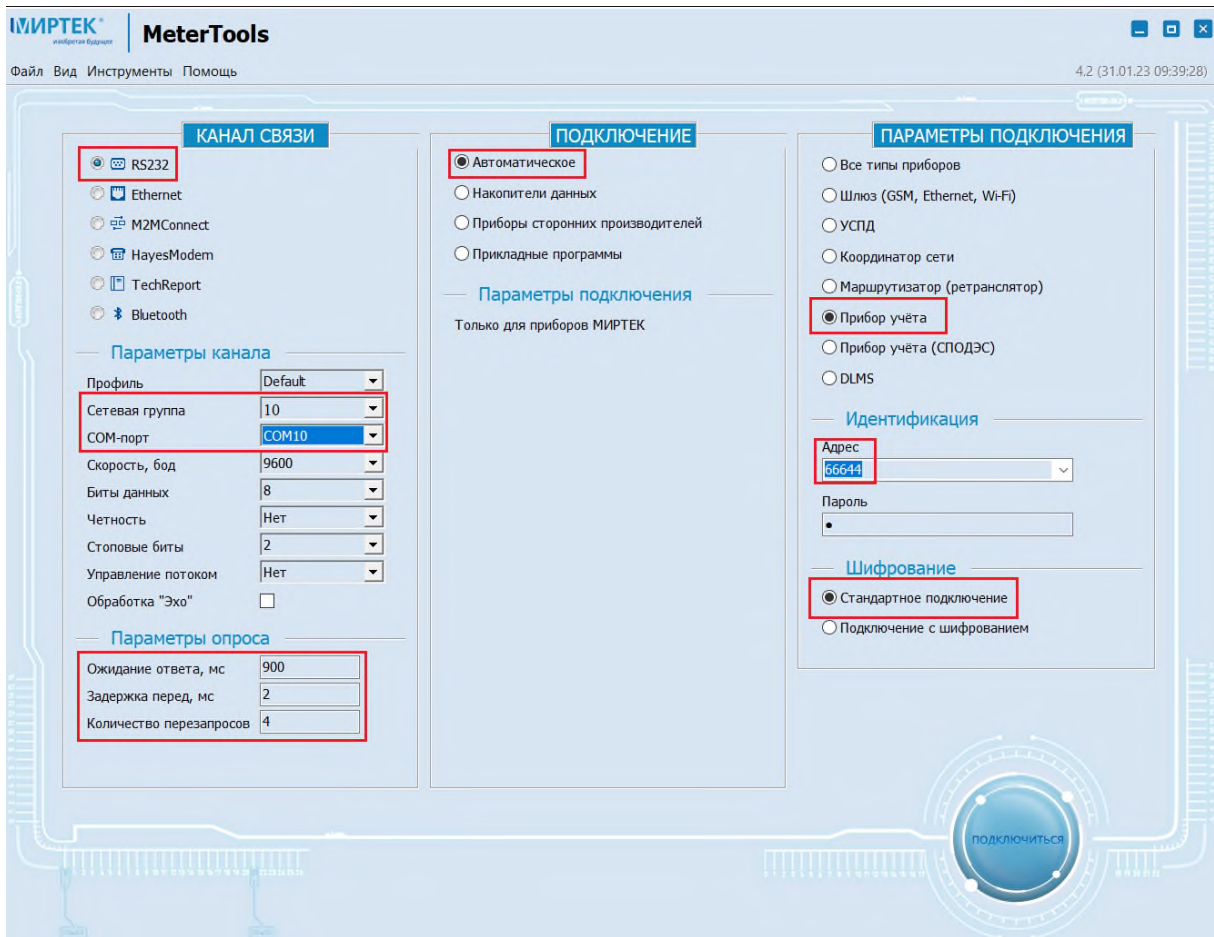

Рисунок 2.3. Пример ввода параметров для подключения по «RS232».
- 2.1.10 После ввода необходимых параметров (пример на рис. 2.3) нажать кнопку «Подключиться».